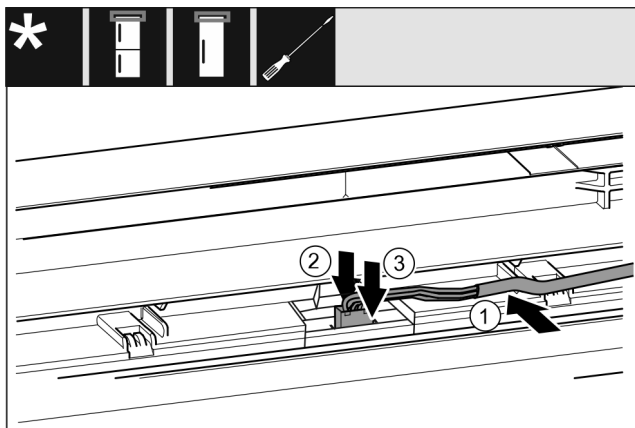

Fig. 54 Комбинация из холодильных и морозильных агрегатов / морозильные агрегаты / холодильные агрегаты*
- ▶ Вставьте кабель Fig. 54 (1) в направляющую в верхней двери.*
- ▶ Прижмите защелку Fig. 54 (2) назад.*
- ▶ Зафиксируйте штекер Fig. 54 (3)*.